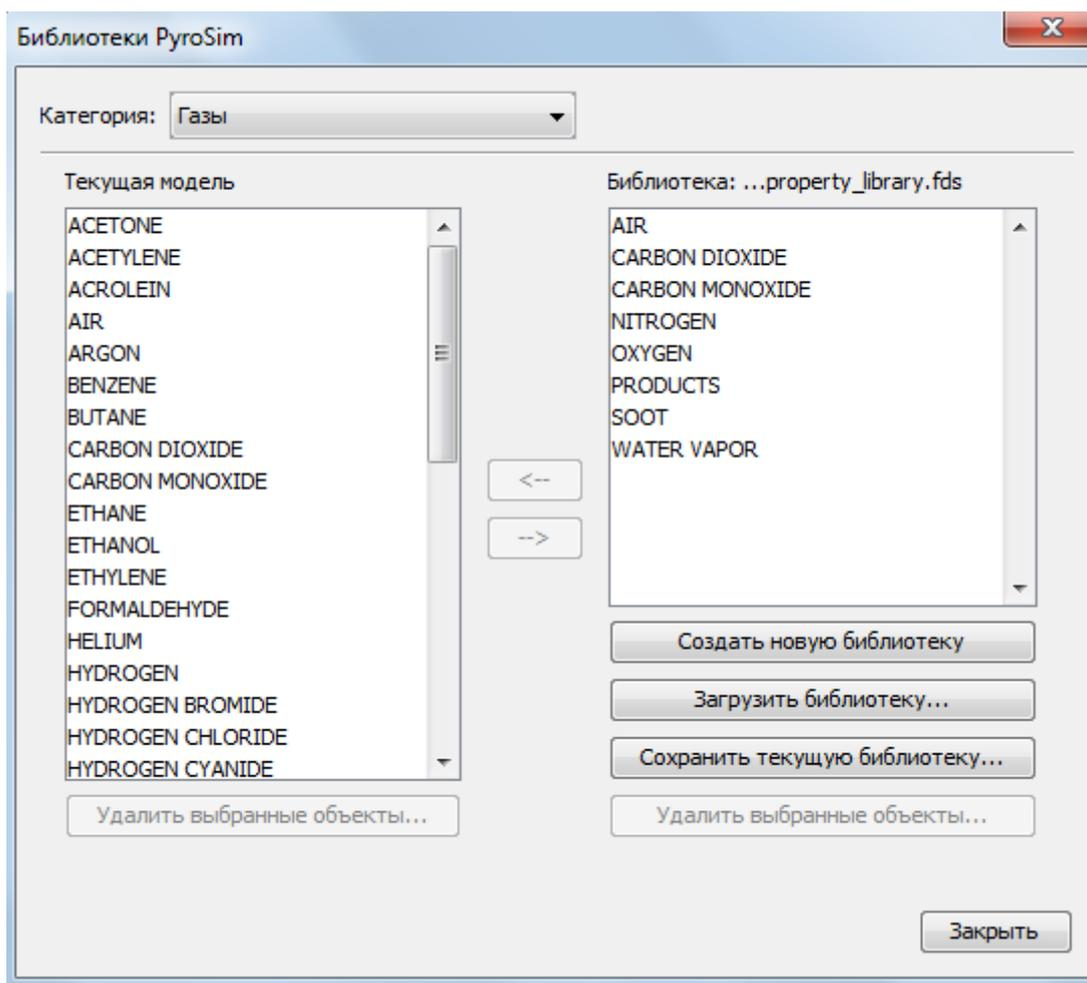

Рисунок 23-1 Создание библиотеки материалов
2. Выберите «**Категорию**», которую хотите использовать и переместите пункты списка из «**Текущей модели**» в «**Библиотеку**», Рисунок 23-1.